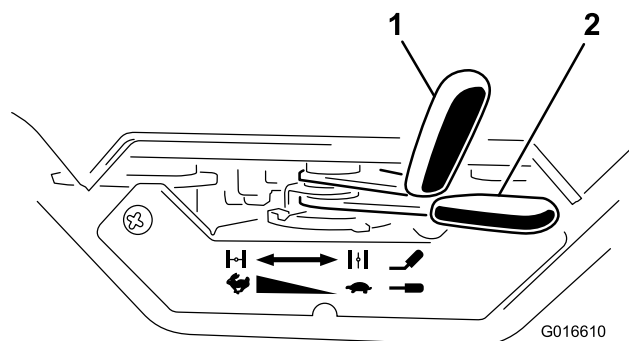

Figura 12
1. Mueva la palanca del estárter a la posición de Abierto (Figura 12).
2. Mueva la palanca del acelerador un tercio del recorrido a la posición de Rápido (Figura 12).